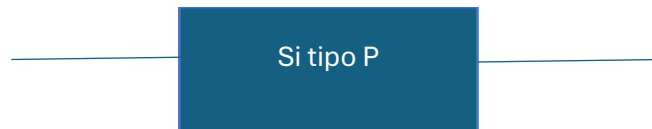
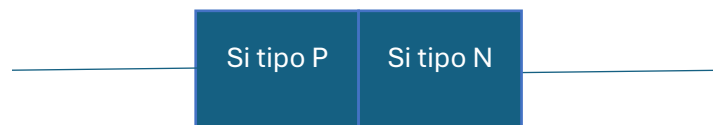

Figura 2. Barra de Silicio tipo P.
Figura 3. Barra de Silicio después de la inversión de una región, donde una parte queda con Si tipo P y la otra parte con Si tipo N.
Se tiene una barra de Si de tipo P dopado con boro (ver Figura 2), con una concentración de aceptores $N_A = 2 \times 10^{15} \text{ cm}^{-3}$. Para fabricar un diodo se requiere dopar una región con arsénico, con el propósito de invertir su dopado a N (ver Figura 3), por medio de implantación iónica con una concentración de donadores dada por $N_D = 4 \times 10^{15} \text{ cm}^{-3}$. La barra está a temperatura ambiente.
- A) Calcule la concentración de electrones y de huecos en la barra P original (de la figura 2). **2 Pts**
- B) Calcule el dopado efectivo, la concentración de electrones y la concentración de huecos en la región N (de la figura 3), considerando que esta región tiene ambos tipos de dopado. **3 Pts**